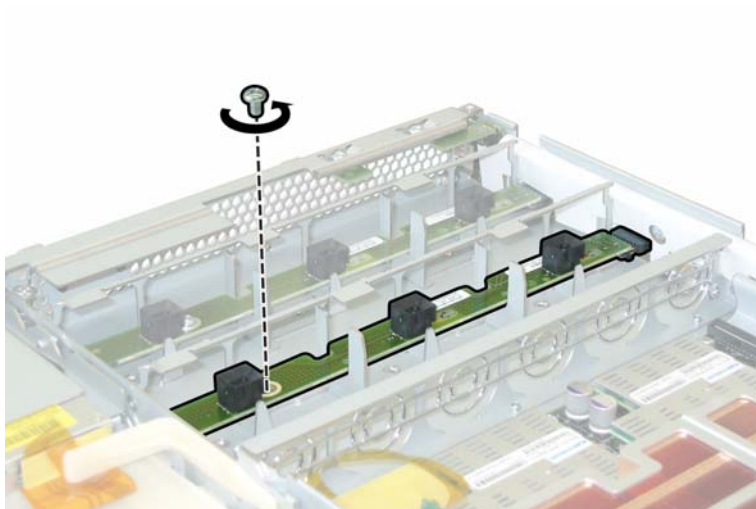

图 3-23 旋下风扇连接器板固定螺丝
- a. 旋下将每块风扇连接器板固定到机箱的一颗螺丝。请参见图 3-23。